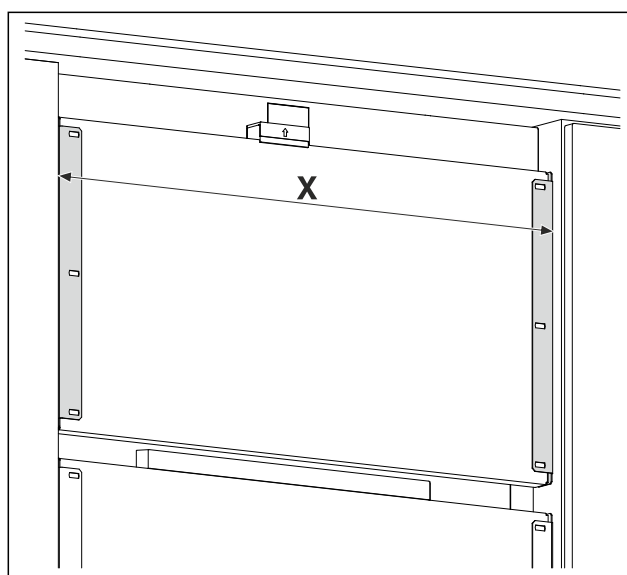

Fig. 18 Приклад зображення
- Виміряйте відстань Fig. 18 (X) між зовнішніми краями кріпильного кутника.